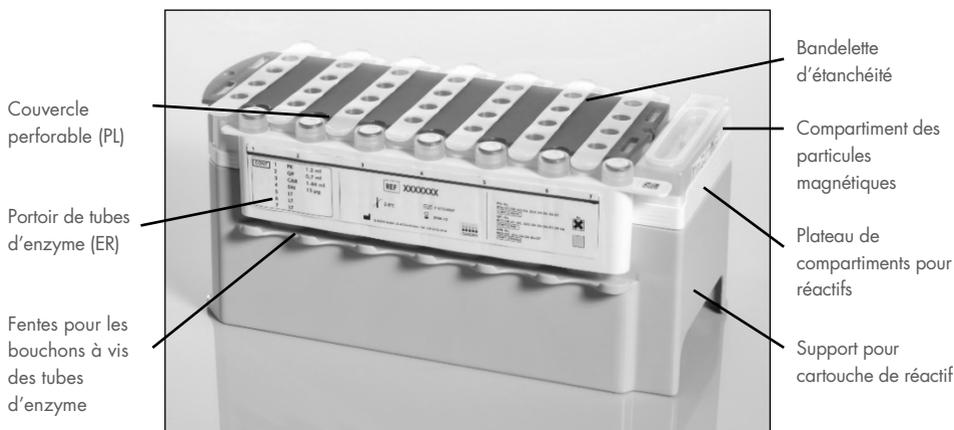

Figure 2. Cartouche de réactif (RC) QIASymphony. La cartouche de réactif (RC) contient tous les réactifs nécessaires au cycle.
Les réactifs pour la purification de l'ADN sont contenus dans une cartouche de réactif innovante (RC) (Figure 2, page 20). Chaque compartiment de la cartouche contient un réactif particulier, tel que des particules magnétiques, un tampon de lyse, un tampon de lavage ou un tampon d'éluat. Il est possible de refermer les cartouches de réactif (RC) entamées à l'aide de bandelettes d'étanchéité (RSS) en vue d'une réutilisation ultérieure, ce qui évite de générer des déchets dus à des restes de réactifs à la fin de la purification.
Avant de commencer la procédure, veiller à ce que les particules magnétiques soient complètement remises en suspension. Avant la première utilisation, retirer le compartiment des particules magnétiques du plateau de la cartouche de réactif, mélanger énergiquement au vortex pendant au moins 3 minutes, puis remettre le compartiment en place. Placer la cartouche de réactif (RC) sur le support pour cartouche de réactif. Placer le portoir de tubes d'enzyme (ER) sur le support de la cartouche de réactif. Avant d'utiliser une cartouche de réactif (RC) pour la première fois, placer le couvercle perforable (PL) sur le dessus de la cartouche de réactif (RC) (Figure 2, ci-dessus).
Après avoir retiré le couvercle de la cuvette à particules magnétiques et ouvert les tubes du portoir à enzymes (les capuchons à vis peuvent être rangés dans les fentes prévues à cet effet, voir la Figure 2, ci-dessus), la cartouche de réactif (RC) est ensuite chargée dans le tiroir « Reagents and Consumables » (Réactifs et consommables).